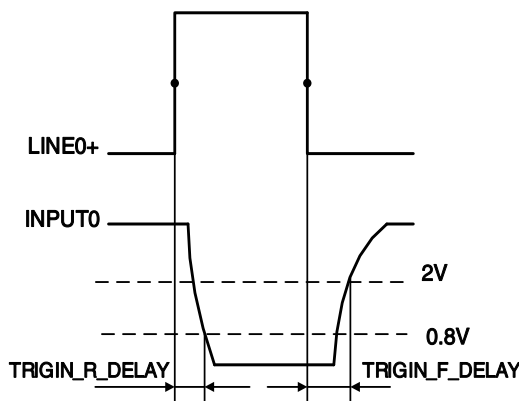

图 7-7 光耦隔离输入电路参数
- 上升沿延时时间: <math><50\mu\text{s}</math> (0°C ~45°C), 参数说明见图 7-7
- 下降沿延时时间: <math><50\mu\text{s}</math> (0°C ~45°C), 参数说明见图 7-7